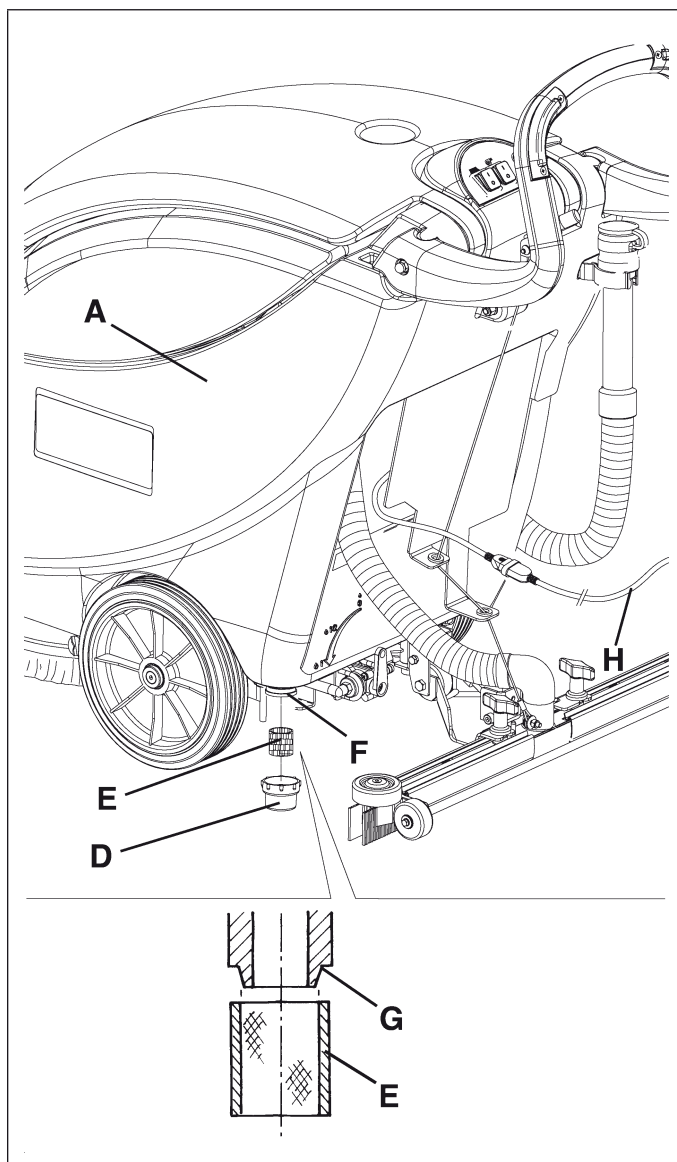

Figure 20
1. Vider le réservoir de la solution (A, Fig. 20) en procédant comme indiqué au paragraphe spécifique.
2. Vérifier que le câble d'alimentation (H, Fig. 20) est débranché du réseau électrique.
4. Dévisser le couvercle transparent (D, Fig. 20) et déposer le filet filtrant (E), puis les nettoyer et les reposer sur le support (F).
Positionner correctement le filet filtrant (E, Fig. 20) dans le logement (G) du support (F).